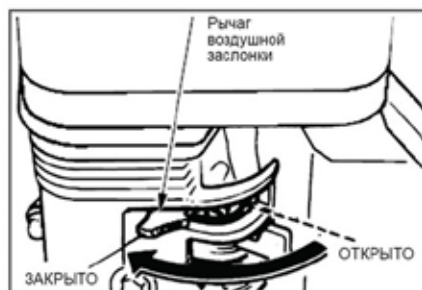

Рис. 26 Установка рычага воздушной заслонки
2. При запуске холодного двигателя установите рычаг воздушной заслонки в положение Close (закрыто). При запуске теплого двигателя воздушную заслонку не закрывать (Рис.26).